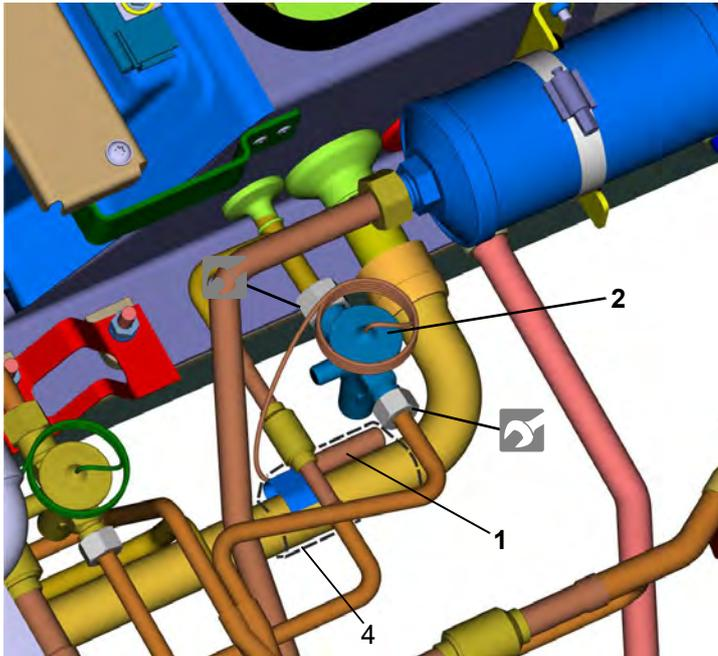

Abb. 903
- Expansionsventil (2) in Einbaulage bringen und mit Überwurfmutter befestigen.
- Thermostat-Fühler (1) mit Halteklammer (3, Abb. 903) fixieren und mit Teerband (4) umwickeln.